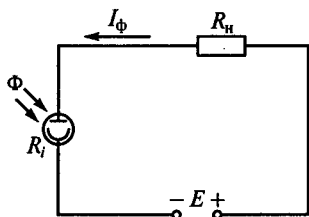

Рис. 187
**7.35.** Каково соотношение между сопротивлением нагрузки  $R_n$  и внутренним сопротивлением  $R_f$  фотоэлемента с внешним фотоэффектом на рис. 187 при больших значениях светового потока  $\Phi$ ?